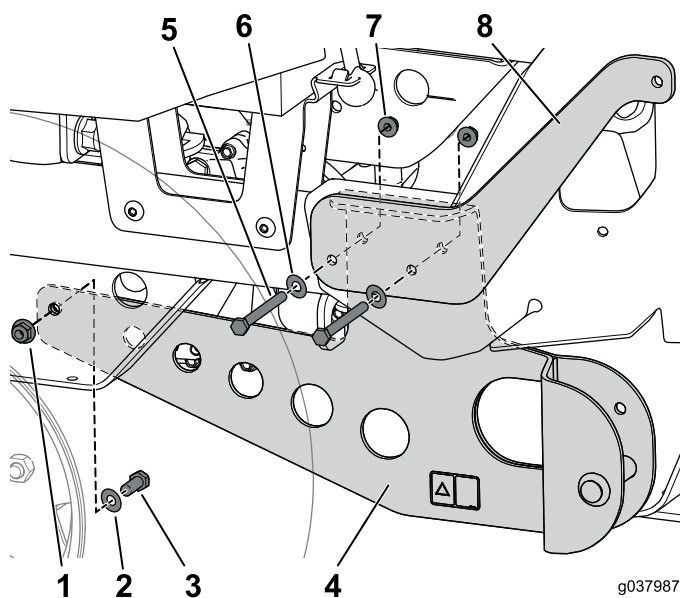

Figura 13
5. Montate, senza serrarli, il bullone (1), la rondella e il dado flangiato che fissano il supporto del cesto di raccolta al supporto della trasmissione (Figura 13).
6. Allineate i fori nel supporto del cesto di raccolta con i 2 bulloni che avete inserito in precedenza e fissatelo con i 2 dadi flangiati (Figura 13).